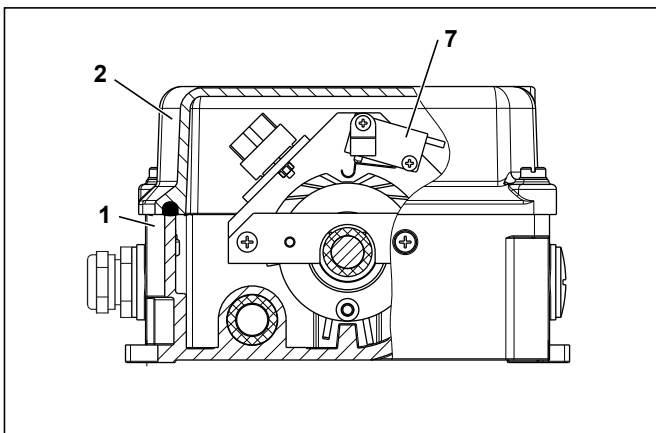

Abb. 6-3: Demontage vom Förderband
2. Betätigen Sie den Rollenhebel (3) in eine Betätigungsrichtung bis zum eingestellten Schalterpunkt.
Hierbei müssen die Schalter (7) umschalten (s. Abb. 6-3).
3. Lassen Sie den Rollenhebel (3) los.